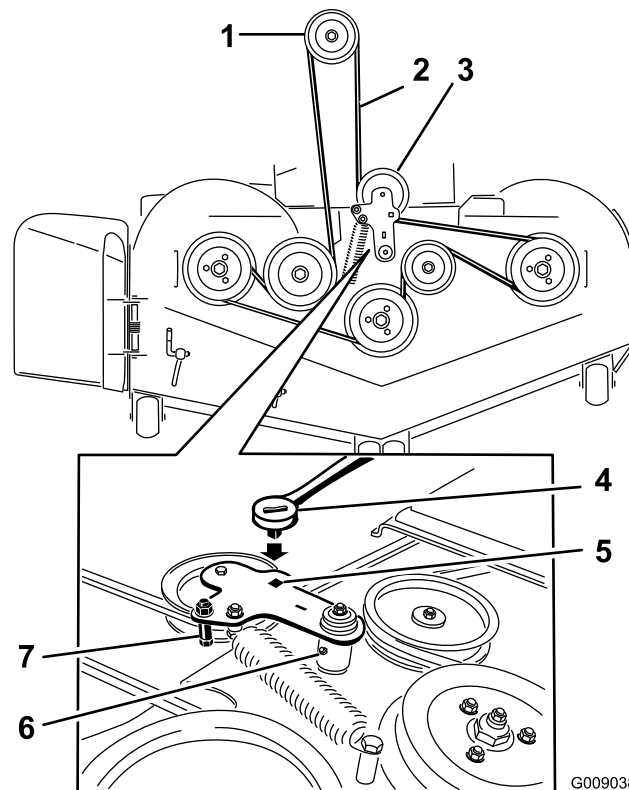

Figura 94
6. Levante la chapa de suelo e introduzca una llave dinamométrica en el taladro cuadrado del brazo tensor de la plataforma (Figura 94).
7. Gire cuidadosamente el brazo tensor de la plataforma en el sentido de las agujas del reloj y retire la correa del cortacésped (Figura 94).